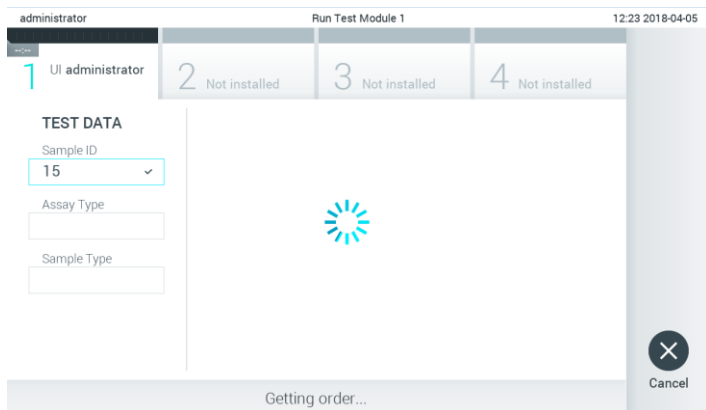

Figura 70. Exibição durante a recuperação do pedido de teste.
3. O ID da amostra será enviada para o host, enquanto o QIAstat-Dx Analyzer 1.0 aguarda o **pedido de teste**; a mensagem "Getting order..." (Obtendo pedido...) será exibida (Figura 70).